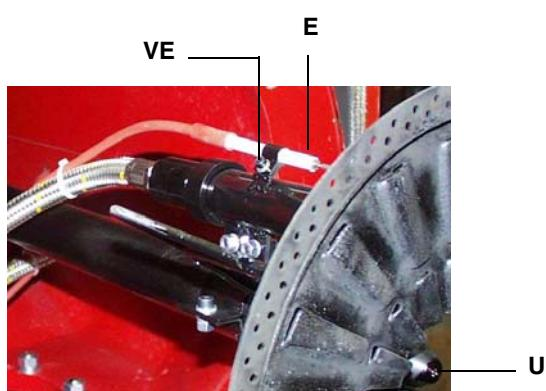

Рис. 25
- 2) отсоединить кабель (CE) электрода (E);
- 4) расслабить винт (B) опоры сопла, который крепит запальный электрод (E) на запальнике горелки (P);
- 5) вынуть электрод и заменить его, выдерживая размеры, указанные на Рис. 25.